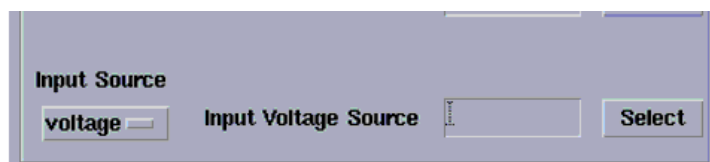

图 6.6 “input Source”的设置
- 4. 通过在“Input Source”下拉菜单中选择“voltage”或“current”指定输入是电压或电流源，设定界面如图 6.6 所示，方法同上。